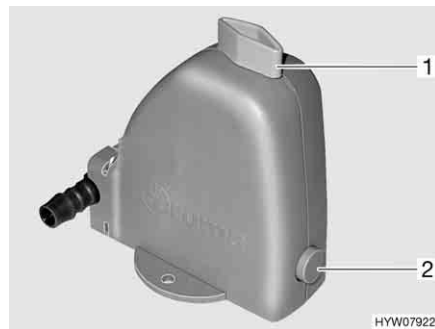

Fig. 141 Valvola di sicurezza/di scarico del boiler
Il boiler è dotato di una valvola di sicurezza/di scarico (Fig. 141). La valvola di sicurezza/di scarico impedisce che l'acqua congeli nel boiler in presenza di basse temperature esterne, quando il riscaldamento dell'autocaravan non è acceso.
- Chiudere la valvola di sicurezza/di scarico. A tal fine ruotare la manopola (Fig. 141,1) verticalmente rispetto alla valvola di sicurezza/di scarico e premere verso l'interno il bottone automatico (Fig. 141,2).
- Aprire la valvola di sicurezza/di scarico. A tal fine ruotare la manopola (Fig. 141,1) nel senso della lunghezza della valvola di sicurezza/di scarico. Il bottone automatico (Fig. 141,2) scatta all'infuori. Il boiler viene svuotato verso l'esterno tramite la valvola di sicurezza/di scarico.